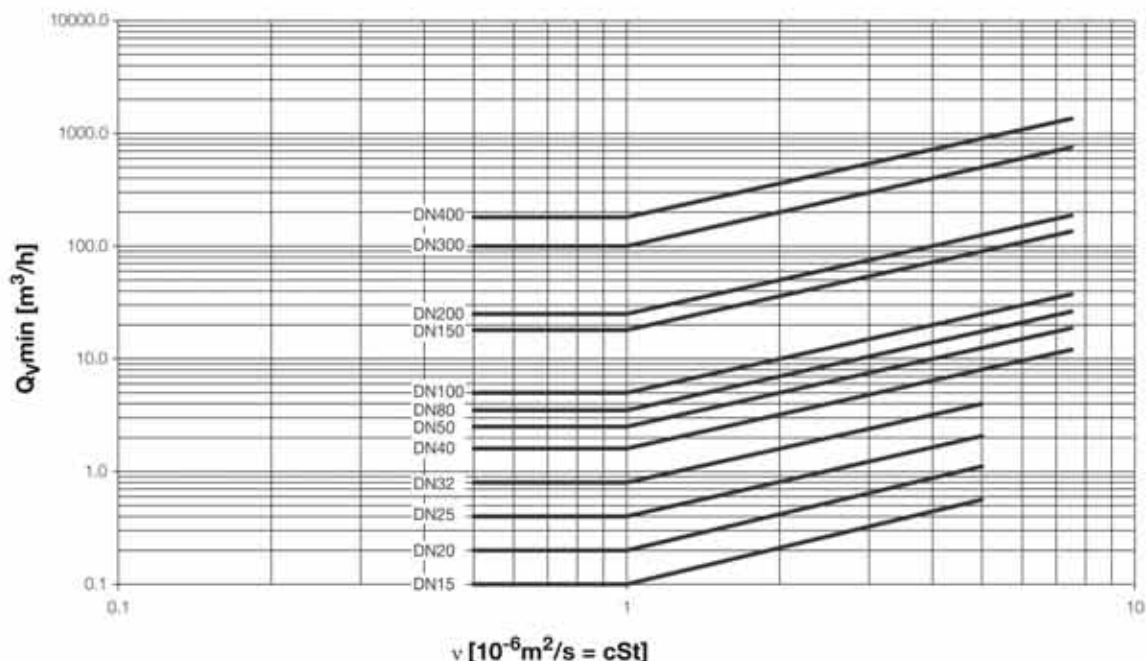

图18：液体最小流量（作为动力粘度的函数）
2. 3 cSt 时的线性范围起始值 (来自图18) : QVmin = 10.5 m³/h